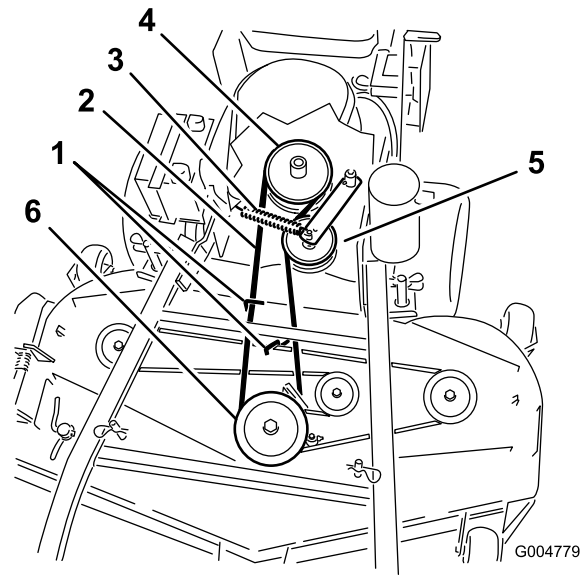
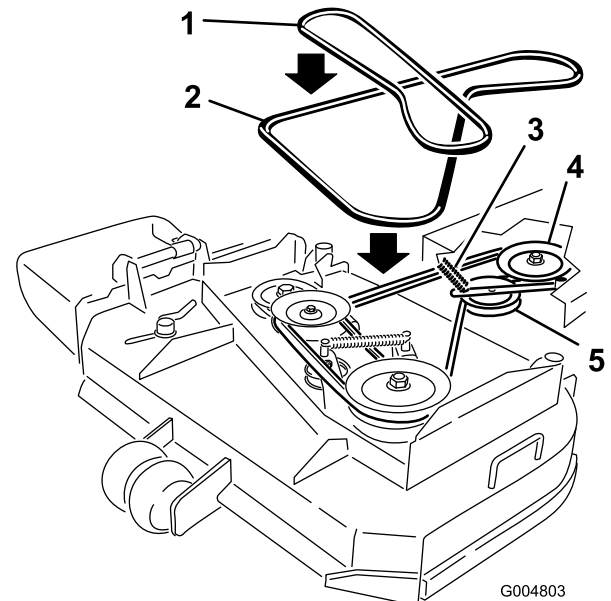

Figura 45
Figura 46
6. Retire la correa de la polea central de la plataforma del cortacésped (Figura 45). Consulte Figura 46 para quitar la correa de la polea izquierda en una plataforma de cortacésped de 36 pulgadas. Extreme las precauciones al retirar la correa ya que la tensión aumentará debido a que la polea tensora está tensada con muelle.
7. Retire la correa de la polea del motor y la polea tensora tensada con muelle (Figura 45). Consulte Figura 46 para retirar la correa de las poleas de una plataforma de cortacésped de 36 pulgadas.
8. Instale la nueva correa en la polea del motor y la polea tensora tensada con muelle (Figura 45).
9. Coloque la correa en la polea central de la plataforma del cortacésped (Figura 45). Extreme las precauciones al instalar la correa ya que la tensión aumentará debido a que la polea tensora está tensada con muelle. Consulte Figura 46 para colocar la correa en la polea izquierda en una plataforma de cortacésped de 36 pulgadas.
11. Ajuste la guía 3 mm (1/8 pulg.) desde la correa en las plataformas de cortacésped de 40, 48 y 52 pulgadas (Figura 45).